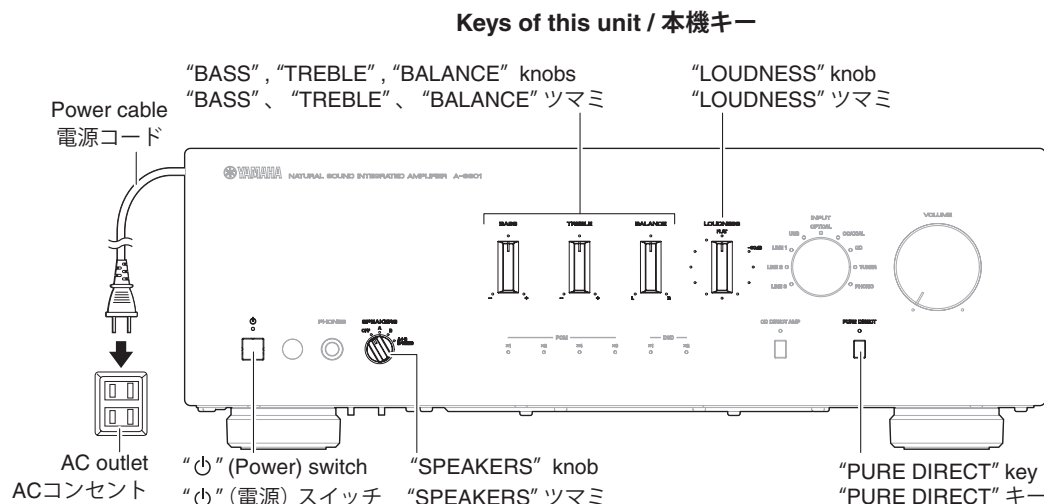

Fig. 1
1. Press the "⏻" (power) switch to turn off this unit. (Fig. 1)
2. Connect the power cable of this unit to the AC outlet. (Fig. 1)
3. Set the "SPEAKERS" knob to the "OFF" position. (Fig. 1)
4. Set the "BASS", "TREBLE" and "BALANCE" knobs to the top positions. (Fig. 1)
5. Set the "LOUDNESS" knob to the "FLAT" position. (Fig. 1)
6. Press the "⏻" (power) key to turn on this unit. (Fig. 1)
8. Repeat pressing the "PURE DIRECT" key 6 times within 15 seconds. (Fig. 1)
1. 本機の "⏻" (電源) スイッチを OFF にします。 (Fig.1)
2. 電源コードを AC コンセントに接続します。 (Fig.1)
3. "SPEAKERS" ツマミを "OFF" にします。 (Fig.1)
4. "BASS"、"TREBLE"、"BALANCE" ツマミを中央の位置に合わせます。 (Fig.1)
5. "LOUDNESS" ツマミを "FLAT" の位置に合わせます。 (Fig.1)
6. 本機の "⏻" (電源) スイッチを ON にします。 (Fig.1)
8. 15 秒以内に "PURE DIRECT" キーを 6 回押します。 (Fig.1)